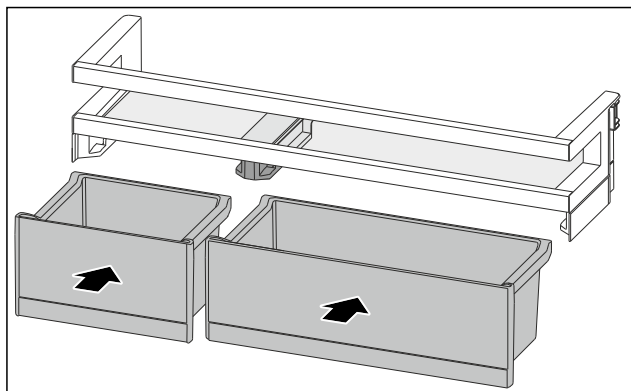

Fig. 197
- Установите ящики VarioBox, поменяв их расположение. (см. Fig. 197)